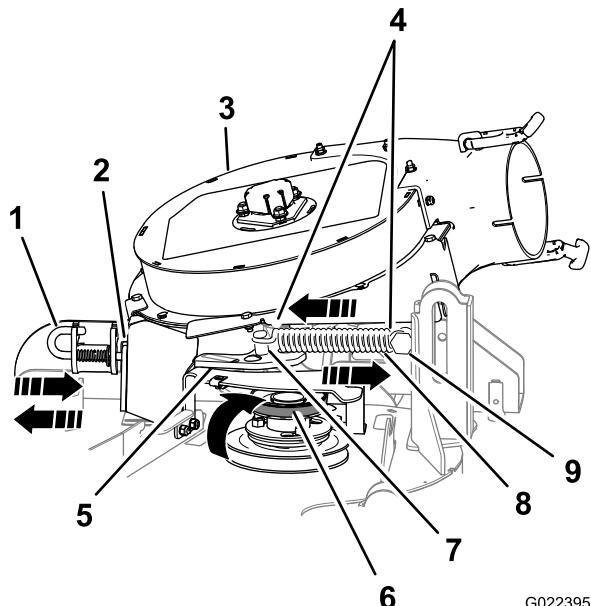

図 9
1. 固定されているスプリングポストから、スプリング付きアイドラプーリを引き離し、アイドラプーリからベルトを外す図 9。
2. アイドラビット・ブラケットを固定スプリングポスト側に移動させる。アイドラスプリング・ポストからスプリングのフック部を外す図 9。
5. ブロアのラッチピンをオープン位置にして、ブロアを外側に向ける図 9。
3. プロアラッチのピンを開いて、プロアをデッキ側に回し、ラッチのピンをシートブラケットに固定する図 9。
6. アイドラ/テンションプーリを、固定スプリングポスト側に倒して、スプリングのフックをアイドラスプリングポストに取り付ける図 9。